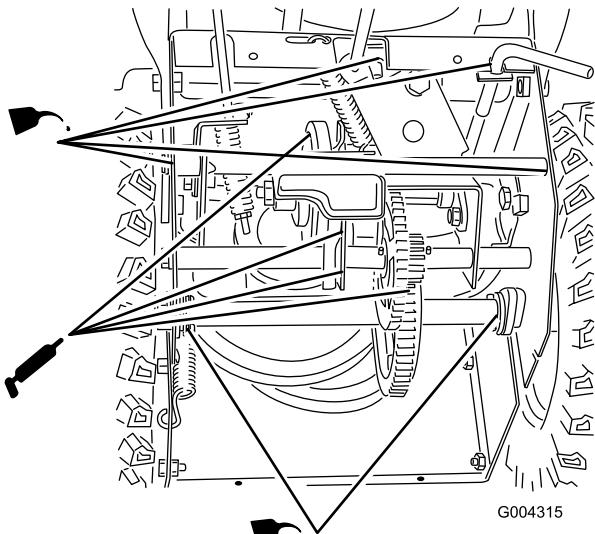

Figura 28
4. Lubrificate leggermente lo spazzaneve con olio leggero, Figura 28.
6. Lubrificate lo spazzaneve con del grasso, Figura 28.